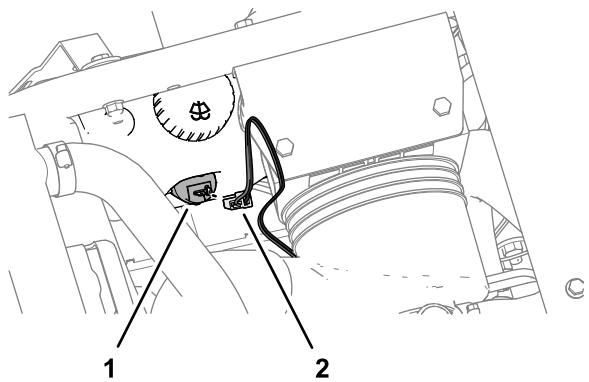
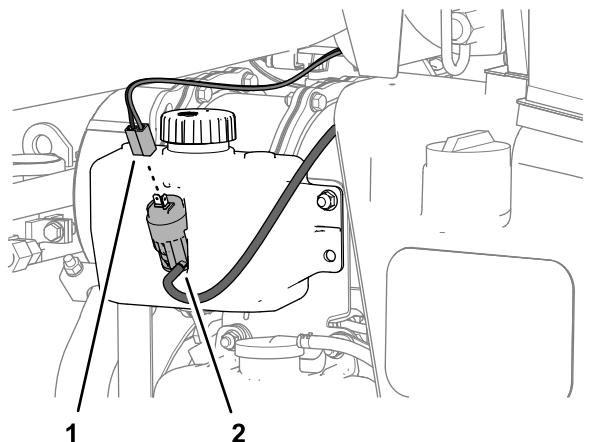

図 10
図 11
5. 電源ハーネスのうち、黒線、青線、2ソケットコネクタのついている枝線を、ウォッシャー液タンクのコネクタに導く図10または図11。